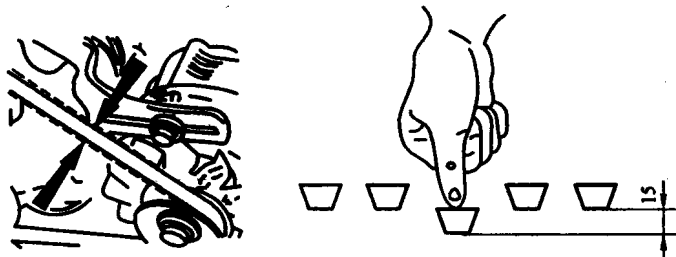

图 1-17 V 带的张紧程度要适当
(3) V 带的张紧程度要适当, 在中等中心距的情况下, 以大拇指能将带按下 15mm 为适当, 如图 1-17 所示。